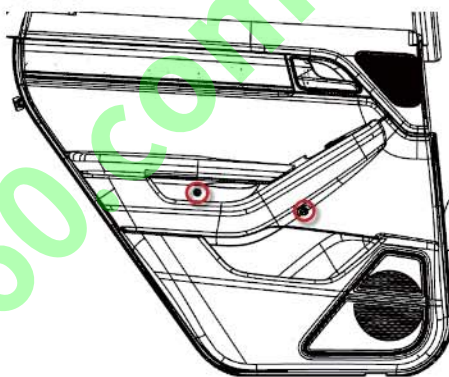

图 9-1-4 左后门螺钉拆卸示意图
(2) 如图 9-1-4，用十字螺丝刀将圆圈处的螺钉拆下（2个）。